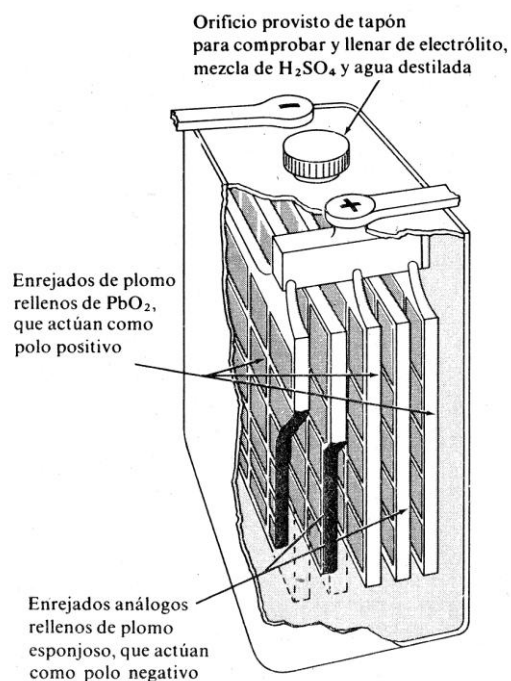

Fig.11
Las pilas secundarias o baterías, son pilas que admiten el proceso inverso y que por lo tanto permiten regenerar las sustancias que se gastan en el proceso. La más antigua, y usada desde 1869, por su diseñador el francés Gastón Planté, es la batería de plomo o acumulador de plomo, que todavía llevan la mayoría de los vehículos con motores de combustión. Está formada por varias celdas (6), formadas por un recipiente de plomo, en el que se introduce una chapa de óxido de plomo (IV), todo ello en una disolución de sulfato de plomo(II), y en medio de ácido sulfúrico al 27% (fig.11) (por eso pesan tanto las baterías de los coches). Los procesos que tienen lugar cuando se descarga la batería para producir corriente continua son los siguientes: